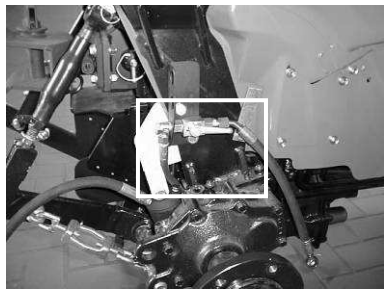

Bild 40: Hydraulikschlauch mit Hahn
10. Montieren Sie den Hydraulikschlauch mit Absperrhahn in der unteren Bohrung der Halteplatte für die Hydraulik (siehe Bild 40).